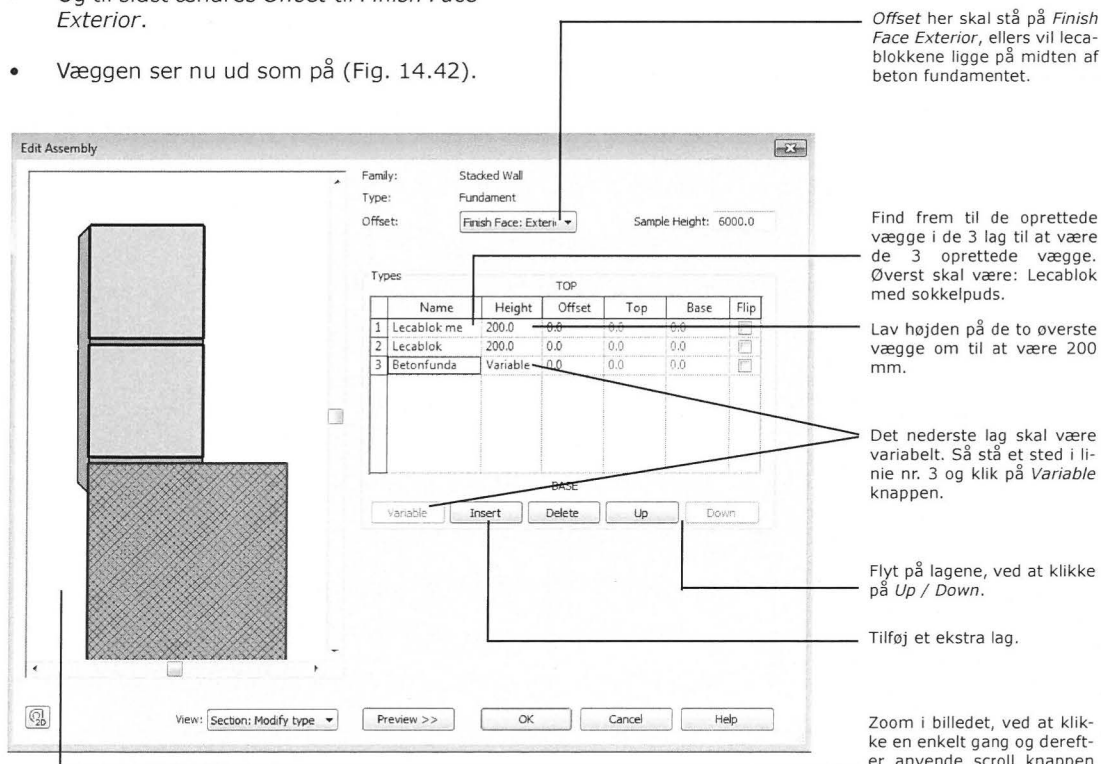

Fig. 14.42. Rediger væggen så den ser ud som herover.
Nu har vi en *Stacked Wall* som indeholder 2 lag. Rediger væggen så den ser ud som på Fig. 14.42.
- Klik først *Insert*, for at tilføje et ekstra lag (Fig. 14.42).
- Væggen ser nu ud som på (Fig. 14.42).